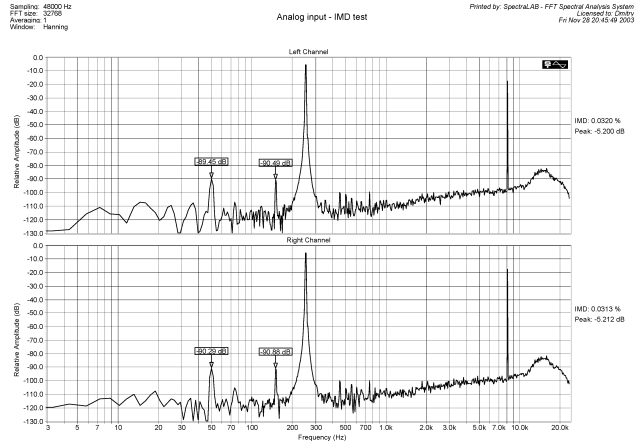

Рис.33
3. Выходной спектр при подаче сигналов 250 Гц и 8,02 кГц с соотношением амплитуд 4:1 (интермодуляционные искажения) - **рис.33**. Как видно из графиков - и нелинейные и интермодуляционные искажения для аналоговых входов на порядок хуже (если для цифровых входов эти параметры равны тысячным долям процента, то для аналоговых - сотым).